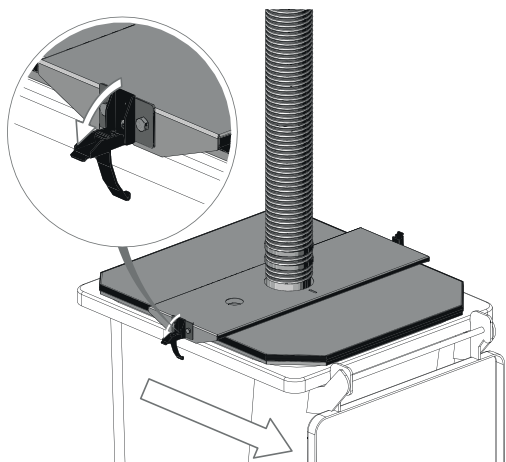

Fig. 58 Ouvrir les fermetures à genouillère et retirer le cendrier
- ▶ Ouvrir les deux fermetures à genouillère et retirer le cendrier – Fig. 58.